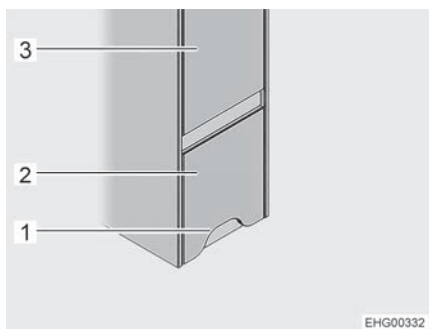
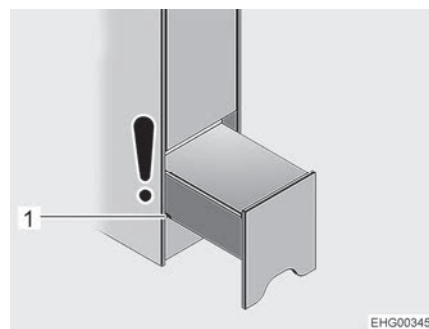

Bild 80 Klättringshjälp (stängd)
Bild 81 Klättringshjälp (nattläge)
Klättringshjälpen är installerad på fordonets högra sida under klädskaåpet (Bild 80,3) framför den bakre sängen.
- ▷ Toalettrumsdörren ligger mitt emot klättringshjälpen. Så länge klättringshjälpen är endast delvis utdragen ("nattläge", se Bild 81), kan toalettdörren fortfarande öppnas. Om klättringshjälpen dras ut helt för att ge åtkomst till förvaringsfacket, kan toalettrumsdörren inte längre öppnas helt.
- Grip tag i klättringshjälpens (Bild 80,2) utsnitt (Bild 80,1), lyft lätt och dra ut till den första skåran (Bild 81,1) (nattläge).